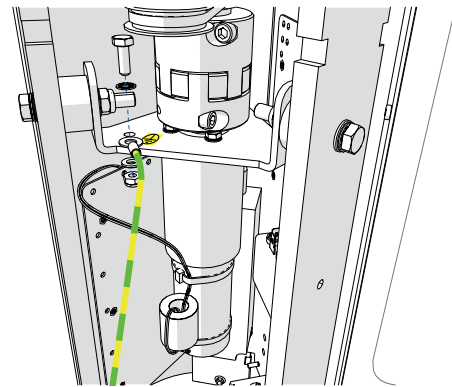

Fig. 40 - Coupling replacement (Equipotential bonding)
5. Disconnect the equipotential bonding cable from the motor bracket (Fig. 40);